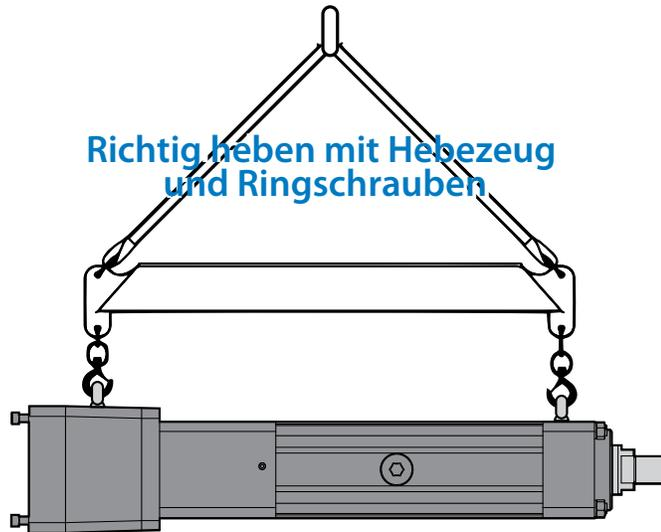

Abbildung 4-1 RSX richtig heben mit Hebezeug und Ringschrauben
**HINWEIS** Bei einem RSX080, der mit einer RP (parallel gegenläufigen)-Motorhalterung ausgestattet ist, muss beim Heben das parallel gegenläufige Gehäuse vertikal nach oben ausgerichtet sein (siehe Abbildung 4-1).